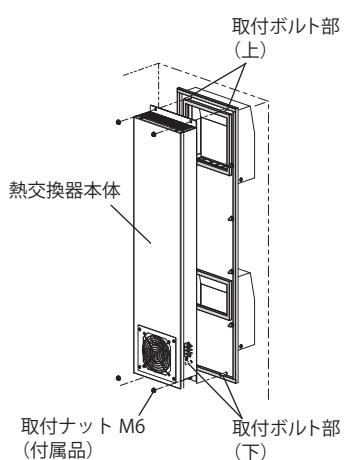

図 4
- フードカバーの取付ボルト部(上下)を利用して熱交換器本体を取り付けてください。付属の取付ナット M6 にて確実に固定してください。(図 4)